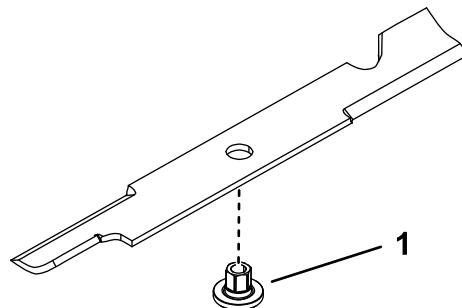

Figure 98
1. Insérez la douille dans la lame en plaçant l'embase sur le côté inférieur (côté herbe) de la lame (Figure 98).